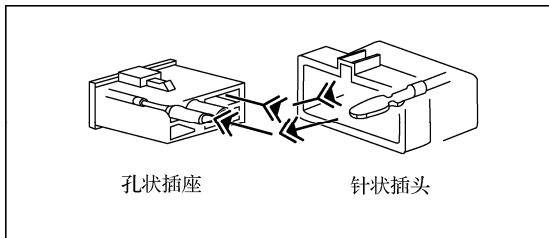

图 3-8 插接器连接
- ⑦ 插接器，针状插头和孔状插座对接，并用图标“”表示线束插头插接方向，如图 3-8 所示。